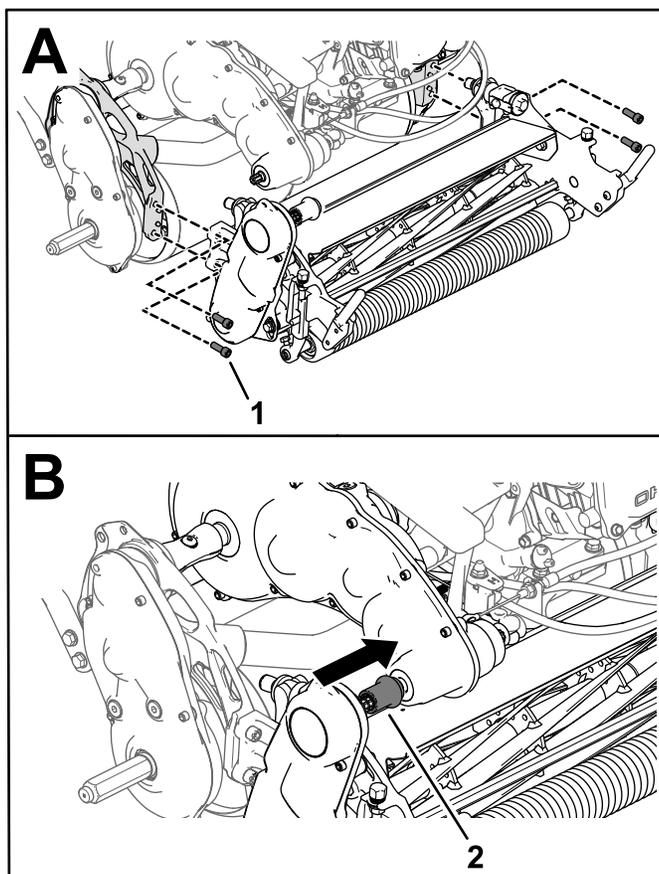

Рисунок 46
3. Используйте 4 винта с внутренними шестигранниками для крепления режущего блока к раме (Рисунок 46).
4. Надвиньте муфту привода режущего блока на ведущий вал трансмиссии (Рисунок 46).